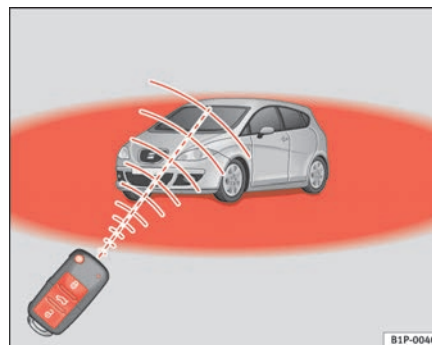

Abb. 63 Wirkungs-
- Die Funk-Fernbedienung funktioniert nur, wenn Sie sich im Wirkungsbereich befinden ⇒ Seite 103, Abb. 63 (roter Bereich).